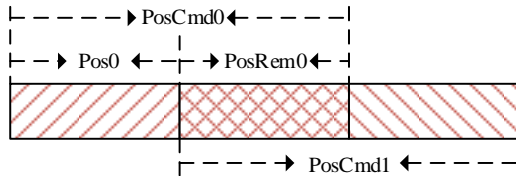

图 12.14 相对位置指令运行示意图
②相对位置指令以实际位置值为参考点。后一段的位置指令值以运行时实际位置值为参考点，计算目标位置值。如图 12.14 所示，第一段位置指令设定值为  $PosCmd0$ ，运行了  $Pos0$  的脉冲后，插入第二段相对位置指令  $PosCmd1$ ，则第二段位置指令运行的总脉冲数为  $PosCmd1$ ，最终运行位置值为  $Pos0 + PosCmd1$ 。